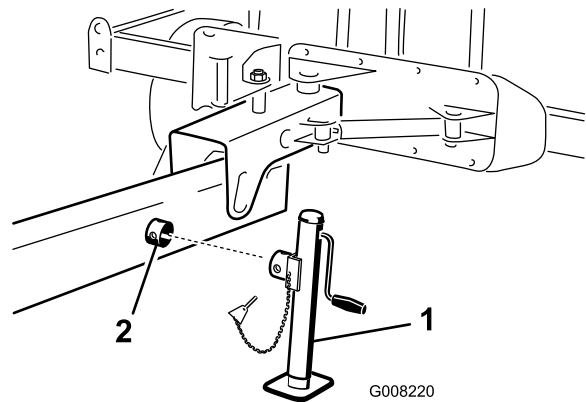

Figure 10
- 1. Sur le côté du dispositif d'attelage, emboîtez le cric sur le tube (Figure 10).
- 2. Tournez le cric jusqu'à ce que les trous soient alignés et fixez le tout avec la goupille à anneau (Figure 10).